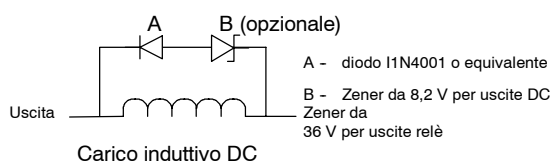

Figura 3-3 Circuito di soppressione per un carico DC
La figura 3-3 rappresenta un esempio di circuito di soppressione per un carico DC. Nella maggior parte delle applicazioni è opportuno utilizzare un diodo (A) in parallelo al carico induttivo, ma se l'applicazione richiede tempi di disattivazione più rapidi, è consigliabile utilizzare un diodo Zener (B). Verificare che la potenza del diodo Zener sia appropriata per la quantità di corrente del circuito di uscita.